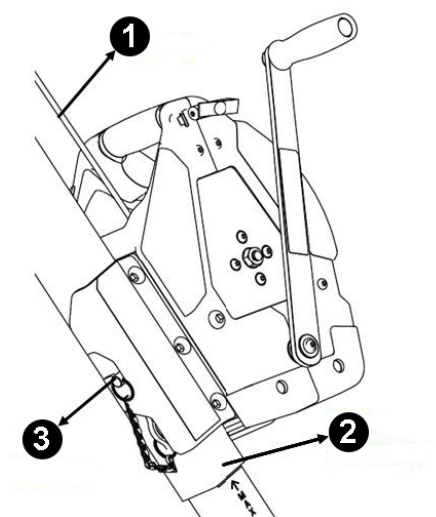

Figura 3
El cabrestante está diseñado para el uso con el trípode MSA Tripod como se muestra en la Figura 3. El cabrestante funciona como dispositivo principal de subida-bajada en sistemas que emplean el trípode para posicionar equipos para el acceso a espacios confinados sobre el área a la cual se quiere entrar. El cabrestante se monta en el lado de la pata del trípode. Esta posición hace posible la operación por parte de un asistente situado en la superficie, lejos del punto de acceso
- Consulte la Figura 3 y siga las indicaciones de la etiqueta de instalación en la sección 2.5 Marcas y etiquetas.